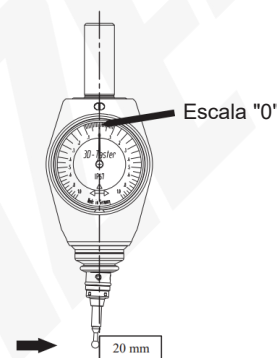

Fig. 6
- Acerque el bloque patrón al primer lado hasta que el indicador apunte a "0" (Fig. 6).